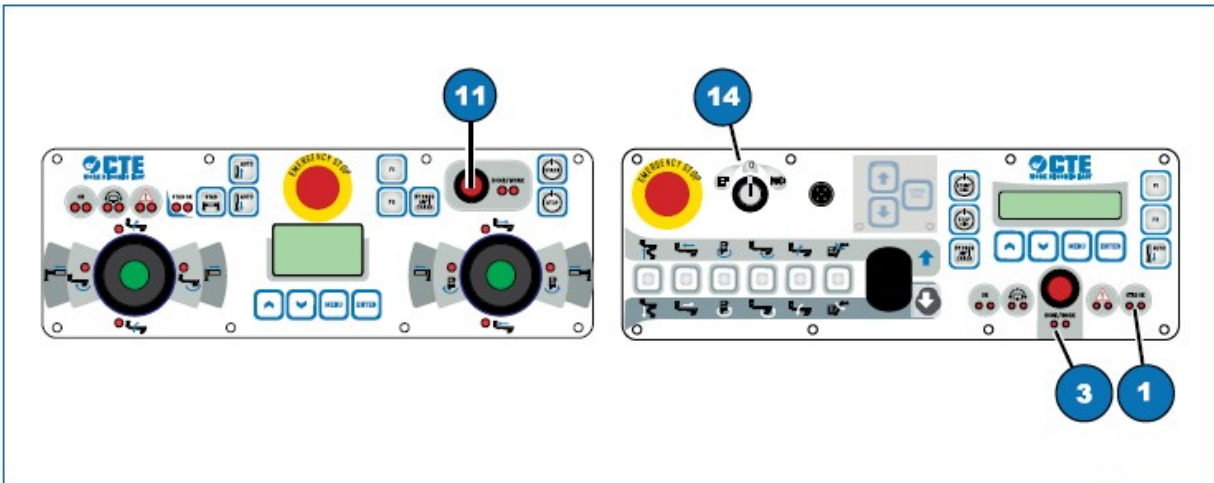

Fig. 6.8
- 1) rotiți cheia întrerupătorului selector (Fig. 6.8, 14) în poziția „comenzi platformă de lucru”;
- 2) Apăsăți și țineți apăsat butonul „HOME/WORK” (Fig. 6.8, 11);
- 1) rotiți cheia de la întrerupătorul selector (Fig. 6.8, 14) în poziția „comenzi de la sol”;
- 2) Apăsăți și țineți apăsat butonul „HOME/WORK” (Fig. 6.8, 3);
- 3) Asigurați-vă că sunt stinse luminile indicatoare „STAB OK” (Fig. 6.8, 1);
- 4) Rotiți cheia în poziția „0” și scoateți-o din întrerupătorul selector (Fig. 6.8, 14).